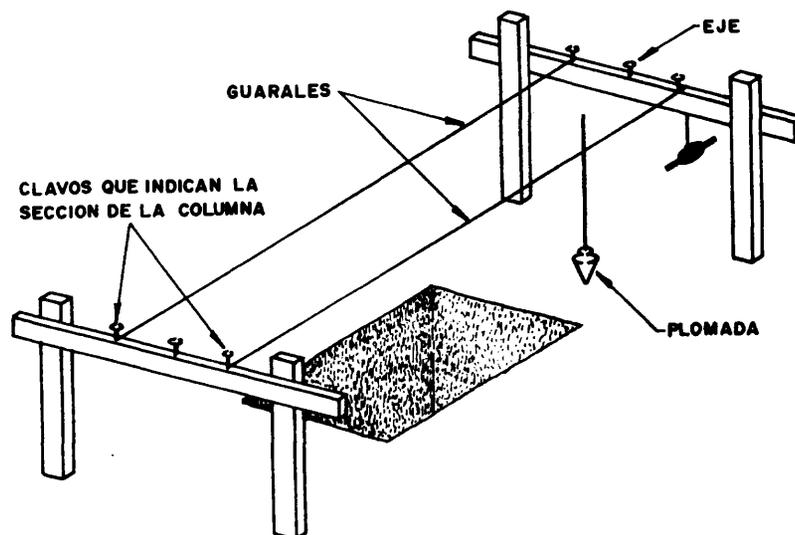

Fig. 6
4. Del cruce de cada uno de los guarales, se coloca y se deja bajar la plomada hasta que pegue del terreno en la parte de afuera de la fundación (fig. 6).